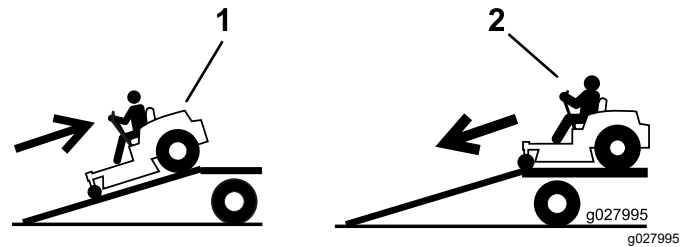

Figura 31
2. Baje la máquina por la rampa conduciendo hacia adelante (Figura 31).